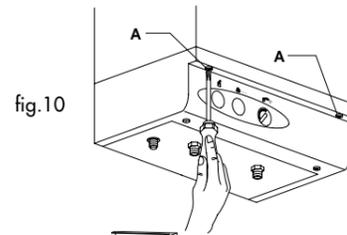

fig.10
- togliere le due viti A (fig.10)